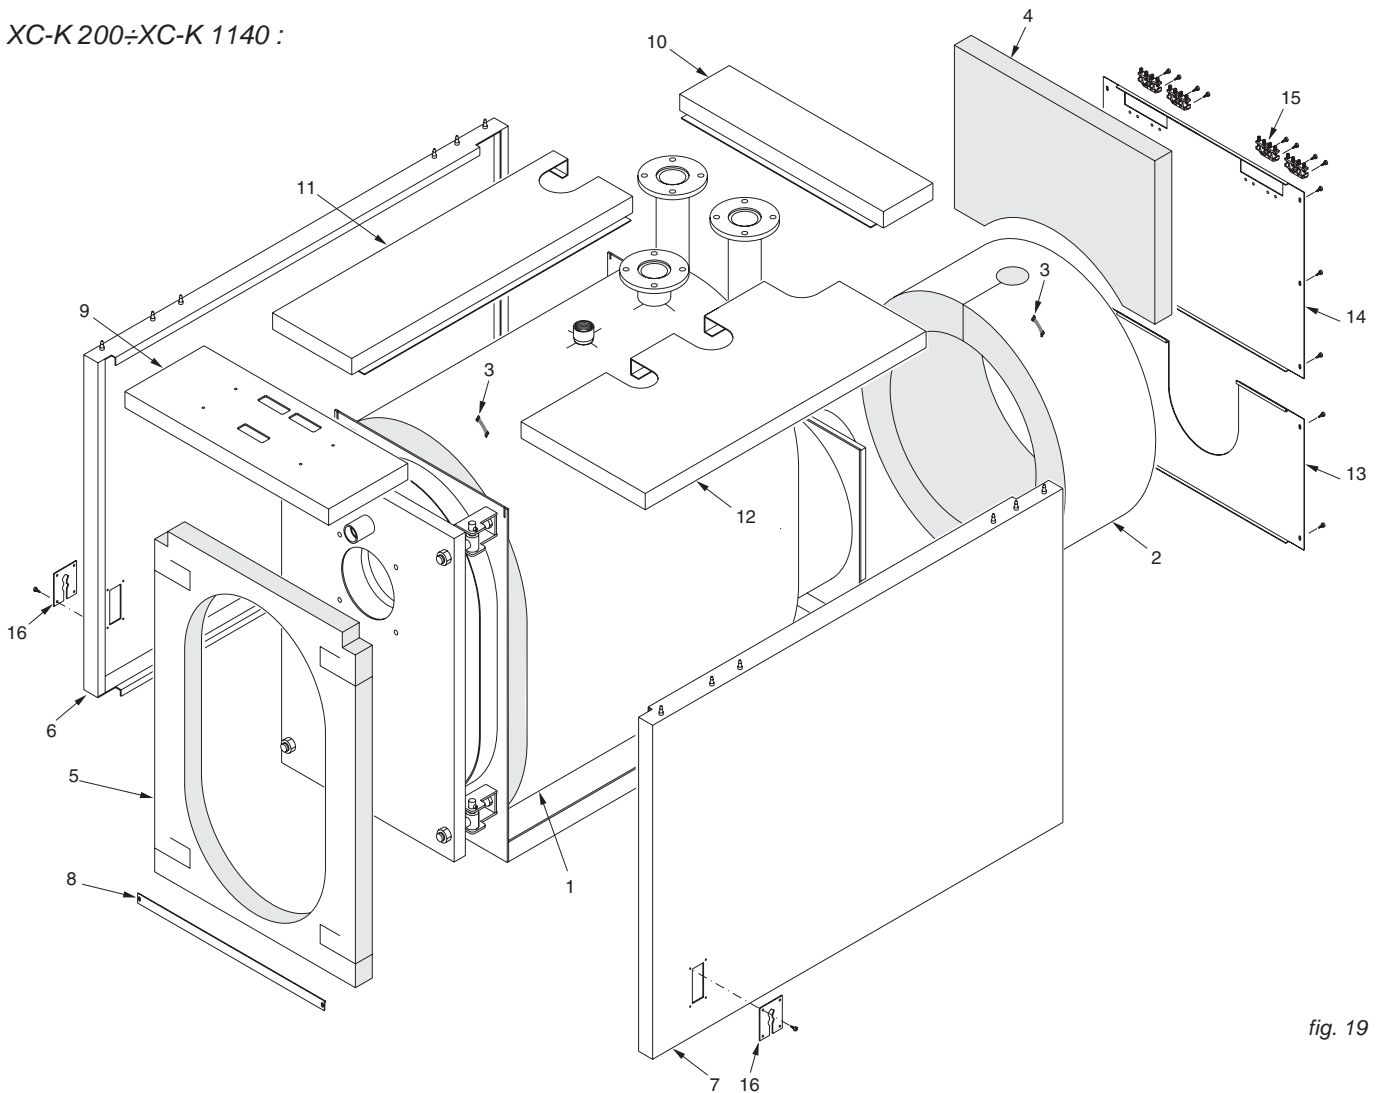

fig. 19
N.B. Pour les modèles compris entre les **XC-K 480** et **XC-K 2160** (voir les fig. 19 et 20), les panneaux de l'habillage et le manteau isolant de la chaudière sont contenus dans 3 cartons marqués :
Séquences de montage (voir fig. 19 et 21) :